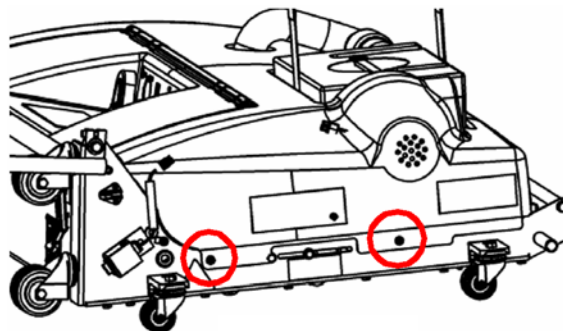

Bild 4-17
1. Lås upp oljetrymmets dörrspärrar, koppla från vakuumslangen och ta ut avfallstanken, ta av locket till rengöringsmedelstanken, skruva av de två skruvarna på vardera sida av huven (se bild 4-17) och lyft av huven från ramen. Lägga skruvarna åt sidan.